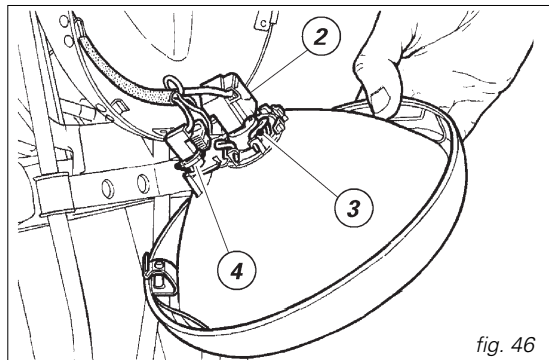

fig. 46
Faro (fig. 45 y fig. 46)
Para acceder a las bombillas del faro aflojar por completo el tornillo inferior (1) que fija el grupo borde-parábola al cuerpo. Separar el conector (2, fig. 46) de la bombilla del faro. Desenganchar el mecanismo (3, fig. 46) que sujeta la lámpara y desmontarla del soporte. Sustituir la lámpara.
Para sustituir la bombilla de la luz de posición, es suficiente extraer el conector (4, fig. 46). La bombilla es de tipo con enganche de bayoneta; para sacarla presionar y girar en sentido contrario a las agujas del reloj. Montar la bombilla presionando y girando en el sentido de las agujas del reloj hasta engancharla en su asiento. Montar nuevamente el conector y fijar el grupo borde-parábola.